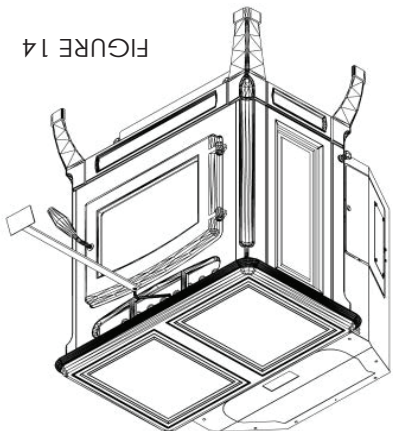

FIGURE 14
a. Tuyaux de l'échangeur de chaleur. Votre poêle est conçu avec un nettoyeur de tuyau d'échangeur de chaleur d'origine. Celui-ci doit être utilisé tous les deux ou trois jours pour retirer la cendre accumulée sur les tuyaux, ce qui réduit l'efficacité de l'appareil. In sérez l'extrémité de la poignée (trouée) de l'appareil de nettoyage dans la tige de nettoyage (se reporter à la figure 14). La tige de nettoyage est située dans la grille au dessus de la porte du poêle. Déplacez plusieurs fois la tige de nettoyage d'avant en arrière pour nettoyer les tuyaux de l'échangeur de chaleur. À la fin vérifiez que vous laissez bien la tige à l'arrière du poêle.
- Nettoyez les échangeurs de chaleur (voir «NETTOYAGE» et Figure 14).
- Les deux fils du thermostat se connectent aux bornes situées en bas à gauche à l'arrière de la carte de contrôle. (voir figure 14)